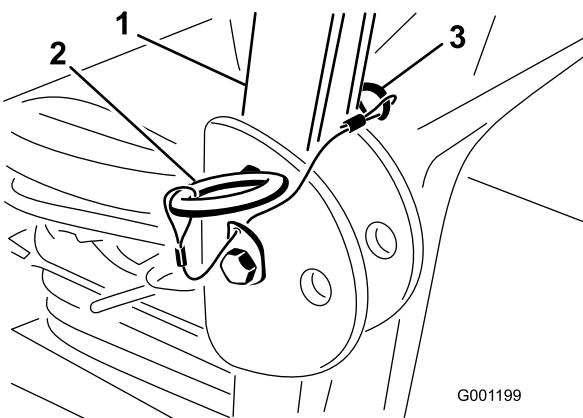

Figura 16
2. Com a barra de segurança na posição elevada, retire os pernos de gancho e os dois pinos (Figura 16).